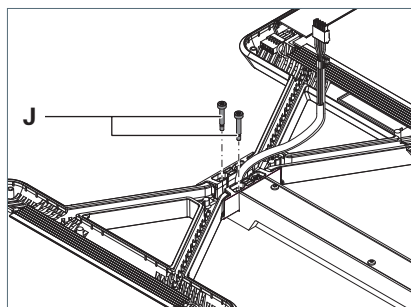

Fig. 15: Fissare la testa dell'apparecchio 2.
4. Serrare le due viti di regolazione **J** fino a quando le teste delle viti sono a filo dell'adattatore, vedere Fig. 15.